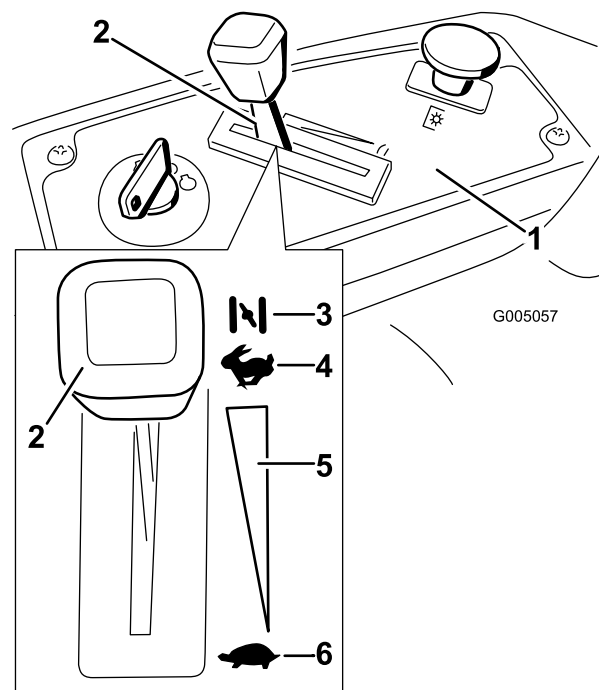

Figure 11
3. Placez la manette d'accélérateur en position Starter pour démarrer à froid (Figure 11).
5. Lorsque le moteur a démarré, amenez progressivement la manette d'accélérateur en position de Haut régime (Figure 11). Si le moteur cale ou hésite, ramenez la manette d'accélérateur en position Starter pendant quelques secondes. Répétez l'opération si nécessaire.
3. Tournez la clé de contact en position Contact coupé (Figure 11) et enlevez la clé du commutateur d'allumage.